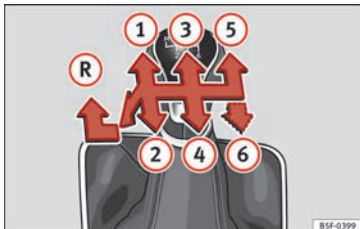

Fig. 52 Schéma d'une boîte mécanique 5 vitesses ou 6 vitesses.
Les positions des vitesses sont représentées sur le levier de vitesses » fig. 52.
- Au point mort, appuyez sur le levier de vitesses, déplacez-le complètement vers la gauche puis vers l'avant pour passer la marche arrière » fig. 52 (R).